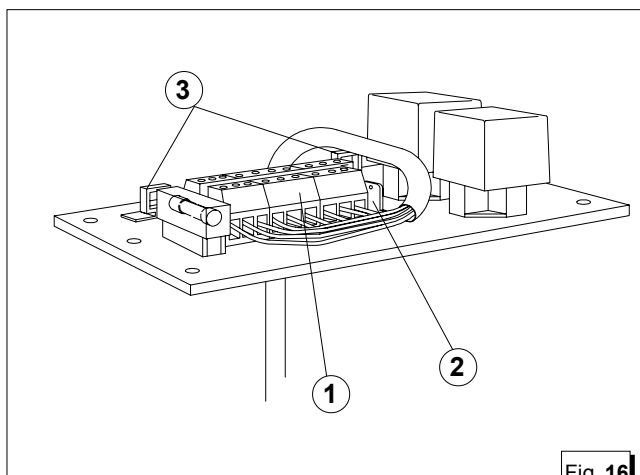

Fig. 16
Questo collegamento è eseguibile tramite le morsettiere (fig. 16, rif. 1) utilizzando i cavi in dotazione già collegati al cruscotto comandi; i morsetti da usare sono rispettivamente quelli contrassegnati dal n° 1 al n° 9 per i cavi comando. La calza di massa va collegata al morsetto faston (fig. 16, rif. 2) isolandola accuratamente e utilizzando un faston femmina preisolato. Nei collegamenti è necessario rispettare lo schema codice/colore riportato di seguito (fig. 17). Bloccare inoltre i cavi **A** e **B** con le fascette in dotazione all'apposito supporto plastico (fig. 16, rif. 3).
This connection can be made through the terminal boards (fig. 16, ref. 1) using the cables provided already connected to the control panel. The terminals to be used are those marked no. 1 to no. 9 for the control cables. The earth braid should be connected to the faston terminal (fig. 16, ref. 2) insulating it carefully and using a pre-insulated female faston. In making the connections it is important to follow the numbers and colours as indicated beside (fig. 17). Fasten the **A** and **B** cables with the clamps provided (fig 16, ref. 3).
Ce branchement est réalisable grâce aux borniers (figure 16 - réf. 1), en utilisant les câbles en dotation, déjà reliés au tableau des commandes; les bornes à utiliser sont respectivement celles qui correspondent aux numéros de 1 à 9 pour les câbles des commandes. Le conducteur électrique de terre doit être relié à la borne faston (figure 16 - réf. 2), après l'avoir soigneusement isolé et en utilisant un faston femelle pré-isolé. Les connexions doivent respecter le schéma code/couleur indiqué ci-après (fig. 17). Bloquer enfin les câbles **A** et **B**, avec les
bagues en dotation, sur le support plastique approprié (figure 16 - réf. 3).